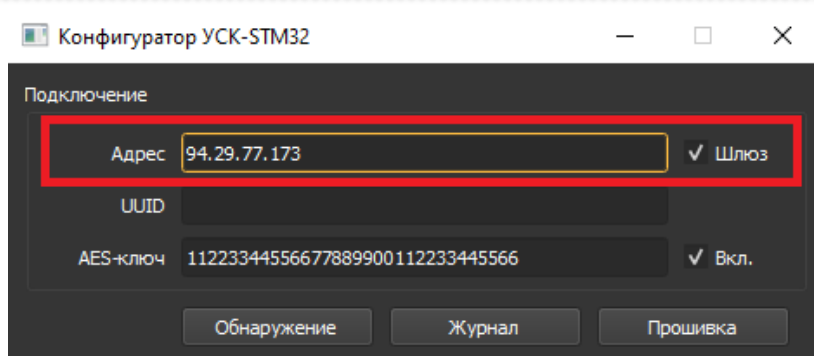

Рисунок 13.
- Подключение к контроллеру возможно при помощи кнопки «Обнаружение» во внутренней сети, а также установив галочку «Шлюз» и записав его IP-адрес в поле «Адрес» и нажав кнопку «Обнаружение» см. рис. 13.